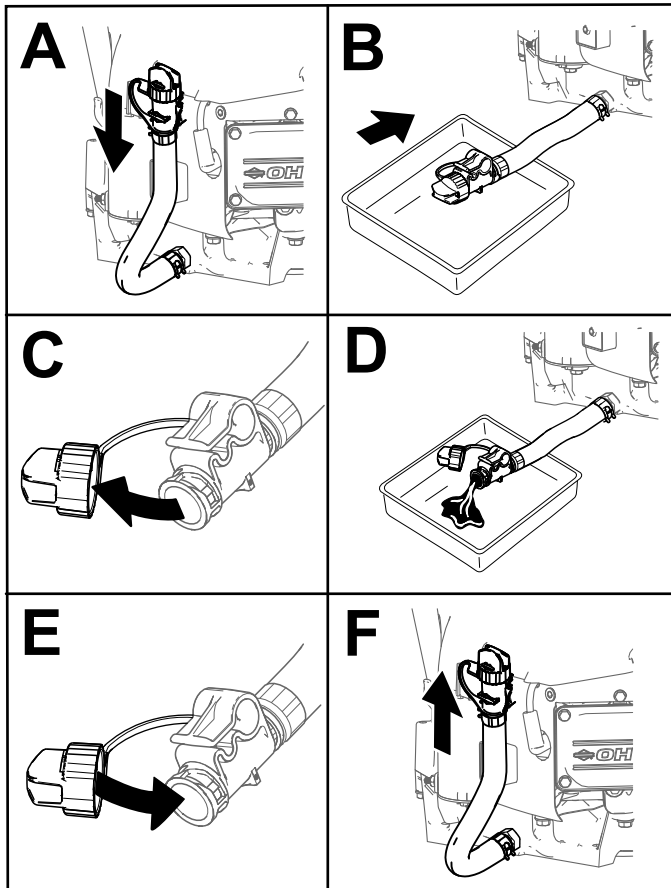

Bild 43
4. Lassen Sie das Öl vom Motor ab (**Bild 43**).